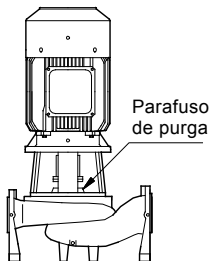

Fig. 4 Parafuso de purga
1. Feche a válvula de isolamento do lado da compressão e desaperte o parafuso de purga no suporte do motor, ver fig. 4.
3. Purgue a bomba durante o arranque desapertando o parafuso de purga no suporte do motor até que saia um fluxo constante de líquido pelo orifício de purga, ver fig. 4.